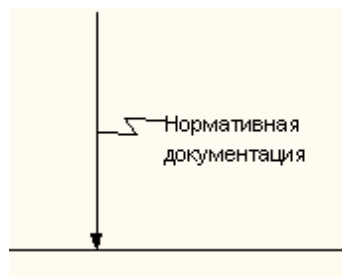

Рис. 1.18. Установка тильды
2. Щелкнуть левой кнопкой мыши по тексту, а затем по дуге (рис. 1.18.);